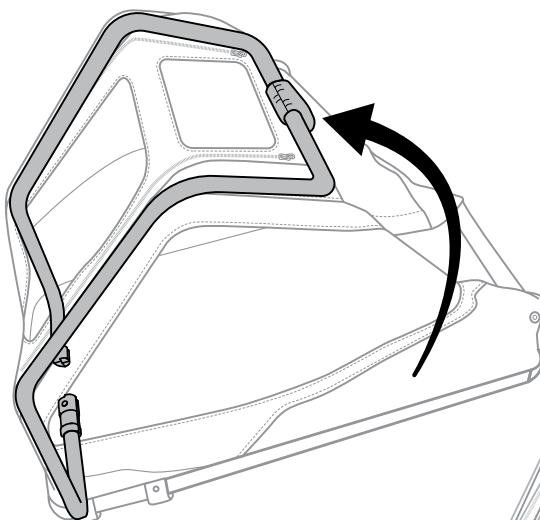

Abbildung 1
1. Das vordere Rahmenrohr zur Vorderseite des Anhängers drehen (Abbildung 1).